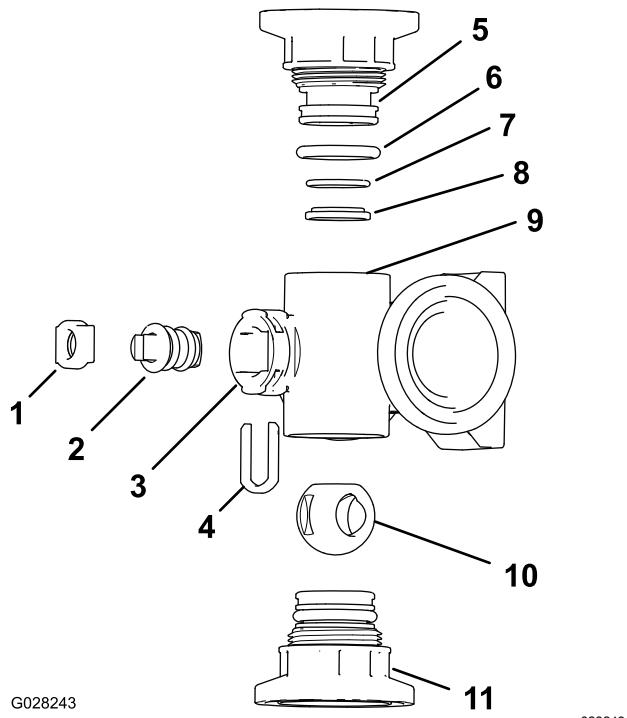
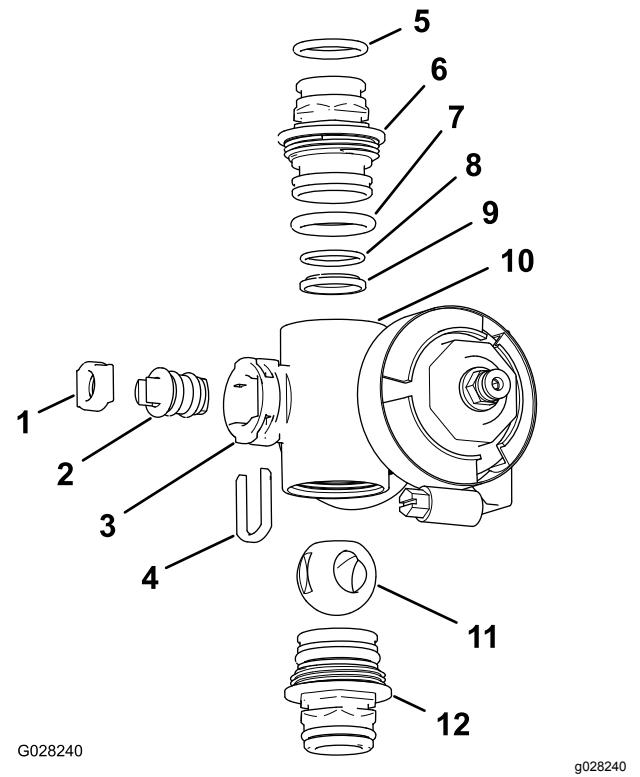

Figure 114
Figure 115
2. Déposez les 2 raccords d'embout à chaque extrémité du collecteur (Figure 114 et Figure 115).
4. Retirez l'étrier de fixation de tige situé dans les fentes de l'orifice de tige du collecteur (Figure 114 et Figure 115).
5. Déposez du collecteur le dispositif de retenue de la tige et le siège de la tige (Figure 114 et Figure 115).
6. En passant par le corps du collecteur, déposez la tige de valve (Figure 114 et Figure 115).
1. Vérifiez l'état et l'usure des joints toriques de raccord de sortie (collecteur de vanne de section seulement), joints toriques d'embout, joints toriques de portée arrière et siège de bille (Figure 114 et Figure 115).
2. Appliquez de la graisse silicone sur la tige de la valve et insérez cette dernière dans son siège (Figure 114 et Figure 115).
3. Placez la tige et le siège de valve dans le collecteur et fixez-les à l'aide du dispositif de retenue (Figure 114 et Figure 115).
4. Vérifiez que le joint torique de portée arrière et le siège de bille sont bien alignés et engagés dans le raccord d'embout (Figure 114 et Figure 115)
5. Montez le raccord d'embout sur le corps du collecteur jusqu'à ce que la bride du raccord touche le corps (Figure 114 et Figure 115), puis tournez encore le raccord d'embout de $\frac{1}{8}$ à $\frac{1}{4}$ de tour.